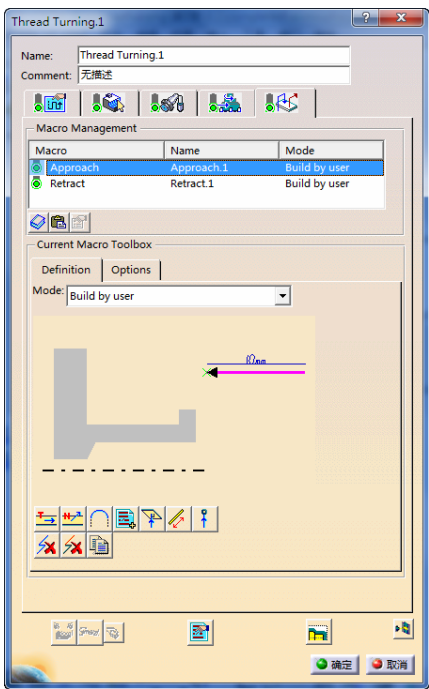

图 6-82 设置“Approach”参数(5)
- 在“Macro Management”区域的列表框中选择“Approach”, 单击鼠标右键, 在弹出的快捷菜单中选择 Activate 命令, 在“mode”下拉列表中选择“Build by user”, 然后单击 Remove all motion 按钮和 Add Tangent motion 按钮, 设置“Approach”参数(5)如图 6-82 所示。